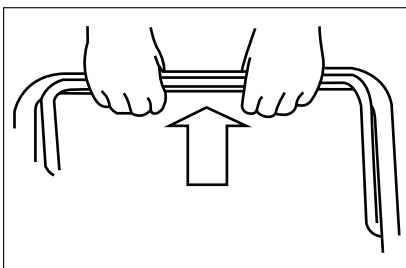

Figure .2
a) Debout derrière l'appareil, saisissez la poignée de frein et maintenez-la contre la poignée supérieure (Figure. 2).